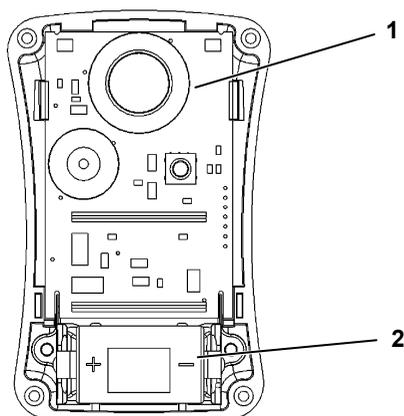

Bild 9 Sensor und Batteriewechsel
- (1) Vier Schrauben, die das Gerätegehäuse verbinden, lösen und entfernen.
- (2) Vorsichtig das vordere Gehäuseteil abnehmen um Zugang zum Sensor zu erhalten. (Dieser befindet sich im oberen Teil des Gehäuses in der Nähe der Alarm-LEDs, → Bild 9).
- (3) Sensor aus der Halterung nehmen.